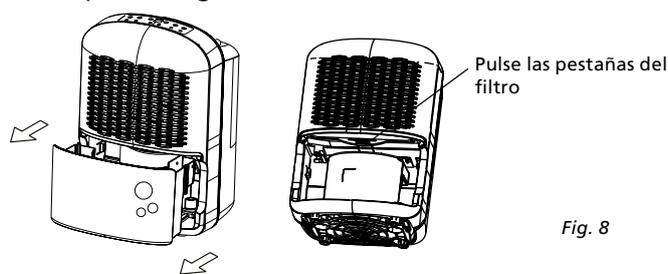

Fig. 8
1. Extraiga el depósito del agua del aparato. Vuelque el aparato un poco hacia atrás y saque el filtro (fig. 8 + 9).